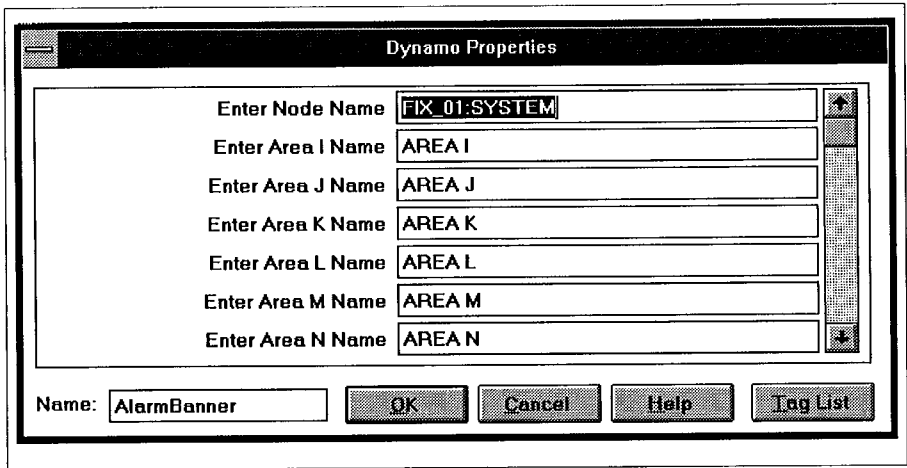

Figure 3-18 Configuration du Dynamo du bandeau d'alarmes (synoptique d'arrière plan)
- 3 Double-cliquez dans le cadre du bandeau d'alarmes pour afficher la boîte de dialogue *Dynamo Properties* (propriétés dynamiques), voir figure 3-18.